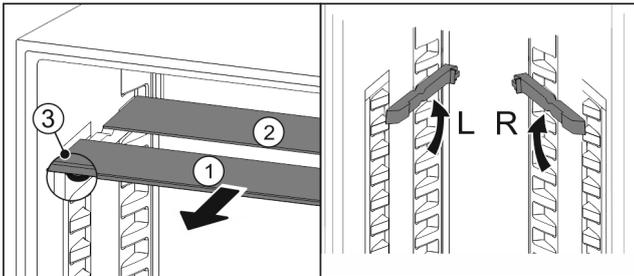

Fig. 90
- estrarre i ripiani di vetro singolarmente tirando in avanti Fig. 90 (1).
- ▷ Il piano in vetro Fig. 90 (1) con il motivo ornamentale è nella parte anteriore.
- ▷ I fermi Fig. 90 (3) sono rivolti verso il basso.